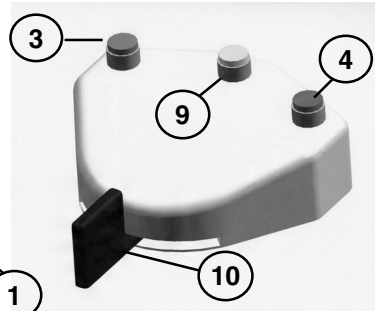

Abb. 7
- Taste zum Ein-/Abschalten der Wasserpumpe (1) mit orange Led, die nach Einschaltung aufleuchtet
- "Reverse" Taste (2) mit orange Led, bei angewählter Funktion mit normalem Drehsinn ist die Led erloschen
- Die zwei vorgenannten Steuerungen sind ebenfalls am Fußtret-Schalter (Abb. 7) vorhanden, wobei die linke grüne Taste (3) das Ein-/Abschalten der Pumpe und die rechte rote Taste (4) hingegen die Drehsinnumkehr der Instrumente betätigt
- Bearbeitungstasten "Up ▲" (5) und "Down ▼" (6) des am Display (8) ausgewählten Feldes
- "Shift" Taste (7) zum Aufruf des am Display (8) zu bearbeitenden Feldes
- Das Display (8) zeigt auf zwei Zeilen die bearbeitbaren Parameter, die erst mit der "Shift" Taste aufgerufen (der Cursor blinkt auf dem ausgewählten Feld) und dann anhand der Tasten "Up ▲" und "Down ▼" bearbeitet werden
- Der Fußtret-Schalter (Abb. 7) beinhaltet eine gelbe Taste (9), die in Kombination mit der grünen (3) bzw. roten Taste (4) ein neues Programm aufruft